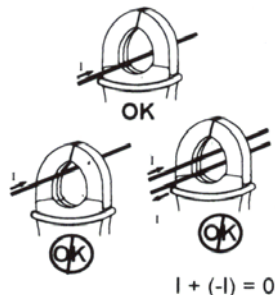

Рис. 6.1
2. Обхватите клещами провод, в котором необходимо произвести измерения тока. При измерении постоянного тока, индикация на дисплее будет положительная при направлении тока от лицевой панели к тыльной, как показано на рис. 6.1